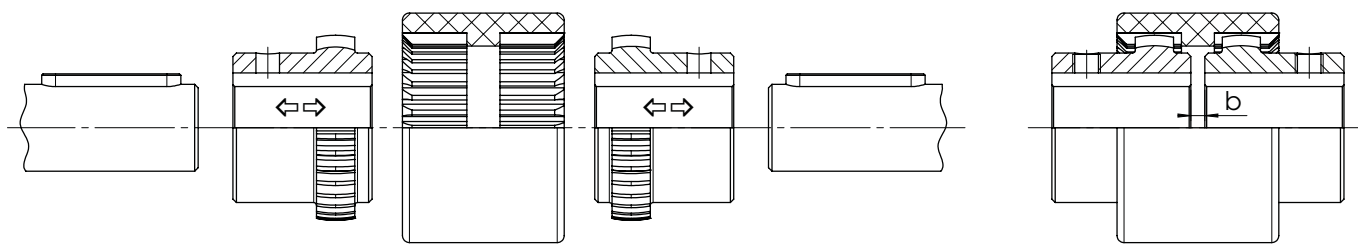

Figura 4-2 - SITEX®: montaggio
- Montare i mozzi sull'albero motore e condotto (FIGURA 4-2)
- Avvicinare motore e utilizzatore fino all'ottenimento della quota **b** (FIGURA 4-2 e TABELLA 4.1)